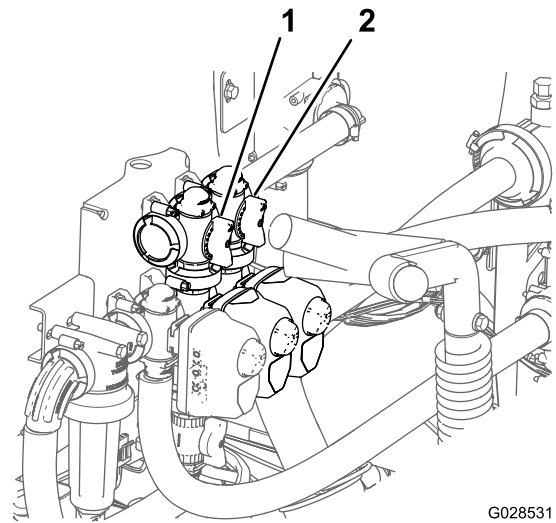

Bild 76
- Stellen Sie das Rührwerksicherheitsventil (Bild 76) hinten am Rührwerkventil so lange ein, bis das Druckmanometer 6,9 bar anzeigt.
8. Stellen Sie den Griff am Sicherheitsventil des Hauptauslegers ein, um die Rührwerkstärke im Behälter zu steuern (Bild 76).